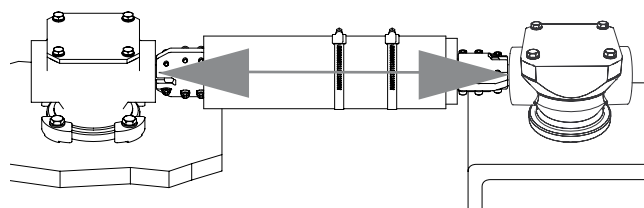

Рис. 45. Раздвиньте защитные трубки в горизонтальном направлении
16. Раздвиньте две защитные трубки в горизонтальном направлении, чтобы они коснулись конических редукторов. См. рис. 45.